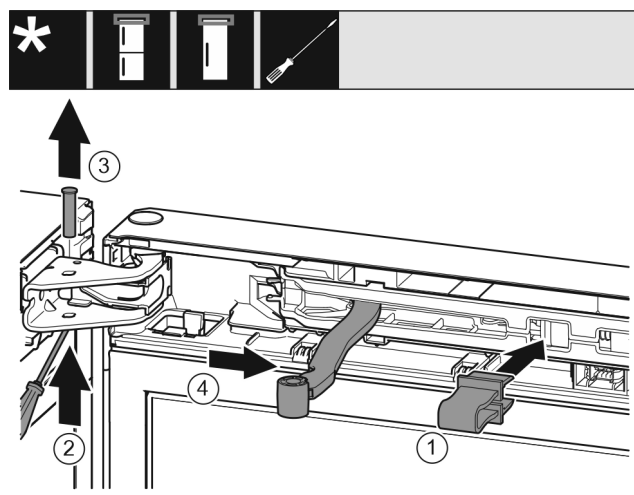

Fig. 10
- Sicherung Fig. 10 (1) in Öffnung einrasten.
- Bolzen Fig. 10 (2) herausschieben.
- Bolzen Fig. 10 (3) nach oben herausnehmen.
- Gelenk Fig. 10 (4) in Richtung Tür drehen.